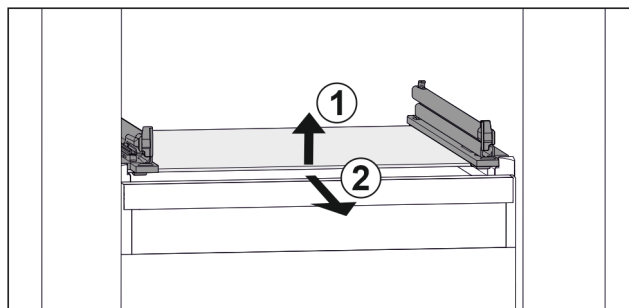

Fig. 166 Przykładowa prezentacja płyty szklanej
- ▶ Unieść płytę szklaną z przodu. Fig. 166 (1)
- ▶ Wyjąć płytę szklaną do przodu. Fig. 166 (2)